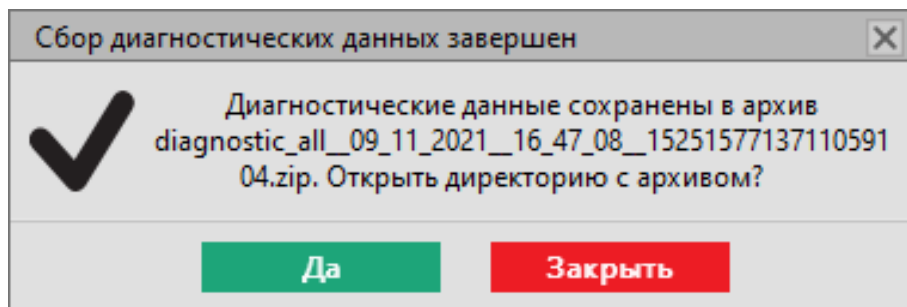

Рисунок 541 - Сбор диагностических данных завершен
7. Подтвердите или отклоните открытие директории с архивом данных в диалоговом окне (Рисунок 541).